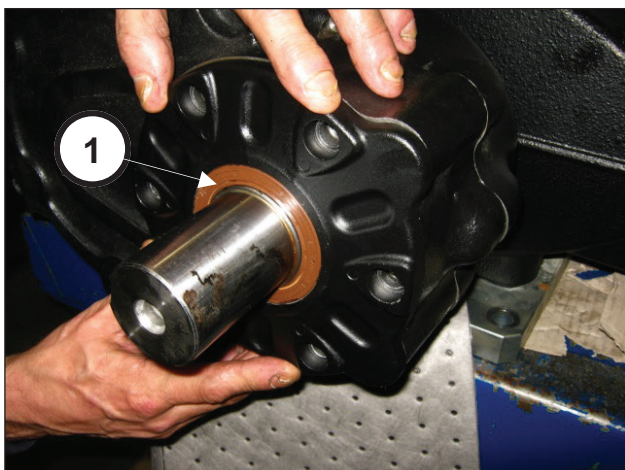

Fig. 81
Per evitare di danneggiare il paraolio prestare particolare attenzione all'inserimento della paraolio sul pignone (pos. ①, Fig. 81).